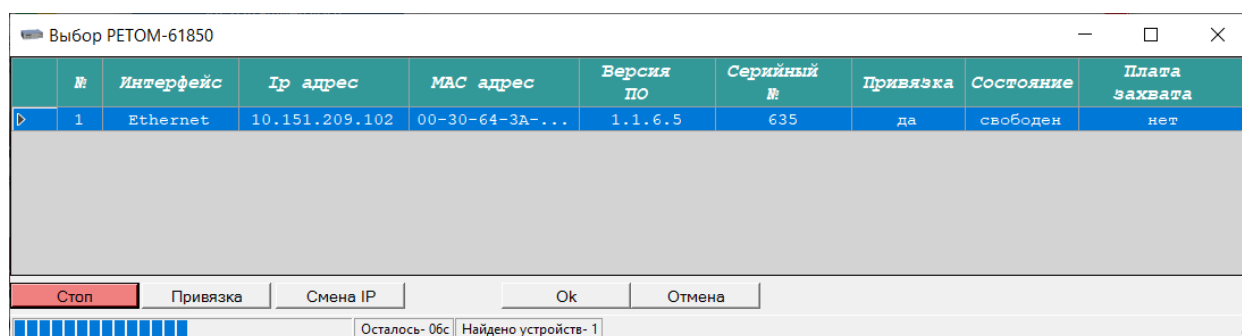

Рис. 71. Выбор РЕТОМ-61850
22) Для управления РЕТОМ-61850 достаточно подключиться к Ethernet (порт 0). Для работы РЕТОМ-61850 должен находиться в той же подсети, что и компьютер, и должен быть привязан к компьютеру. *Привязка и смена адреса может осуществляться даже при работе в разных подсетях* [15]. В окне программы РЕТОМ-61850 выбрать кнопку «Поиск устройств» (рис. 71). В появившемся окне нажать кнопку «Поиск».
– второй вариант изменения сетевых параметров – это нажать кнопку «Смена IP» (рисунок 71), после чего будут предложены сетевые параметры из подсети, в которой находится управляющий компьютер (произойдет смена адреса в РЕТОМе-61850).
27) Повторить поиск (рис. 71).